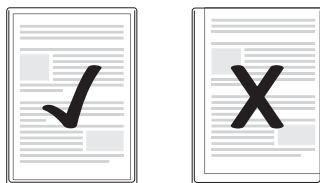

Fig. 1
- ▶ Tenga en cuenta, que todos los bordes del documento deben tener una distancia hasta el borde de la lámina de plástico de al menos dos milímetros, tal como se representa en la fig. 1.
- Tenga en cuenta, que todos los bordes del documento deben tener una distancia hasta el borde de la lámina de plástico de al menos dos milímetros, tal como se representa en la fig. 1.